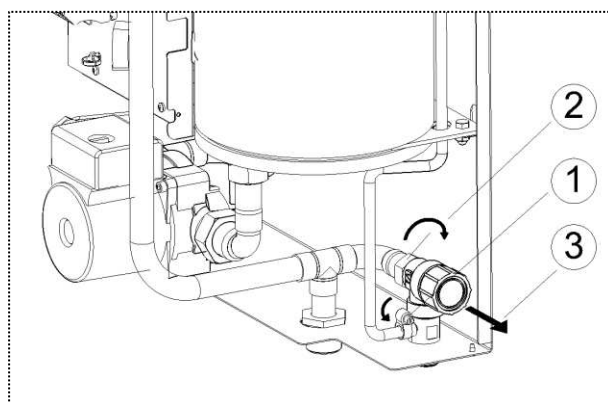

Рисунок 14. Замена предохранительного клапана
- 1) Ослабьте проволоочный хомут и отсоедините сбросной шланг от клапана (см. рис. 14).